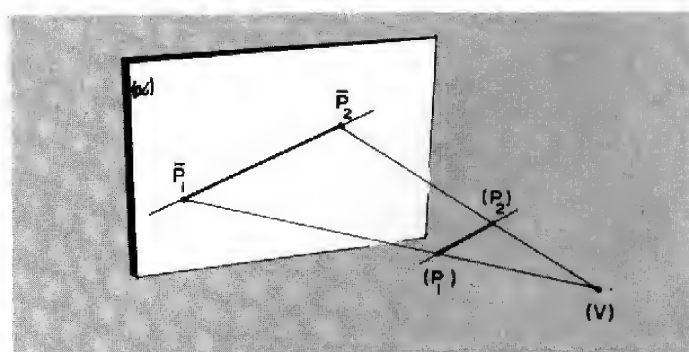

Fig. 1 — Perspectiva de uma reta
Como se sabe, a perspectiva cônica utiliza — além das noções de objeto, plano projetante e linha de visada — um ponto origem ou observador, de onde partem as linhas de visada e que se localiza a uma distância finita do objeto e do plano projetante. A projeção \bar{P} do ponto (P) no plano (α) é a interseção da reta definida pelo observador (V) e pelo ponto (P) (visada) com o plano projetante (α) . A projeção de uma reta é obtida unindo-se as projeções de dois de seus pontos (Fig. 1) e, de uma maneira geral, a projeção de um objeto é determinada pelas projeções de todos os pontos.